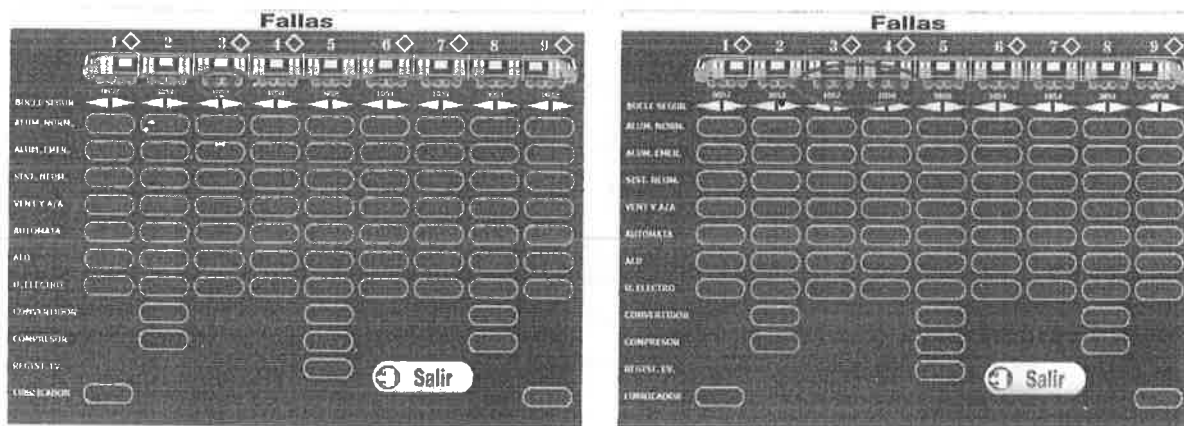

Figura 5. Pantalla de fallas con señalización de motriz o motrices inactivas.
Figura 5. Pantalla de fallas con señalización de motriz o motrices inactivas.	6
- Verificar en la PC en la pantalla de fallas, la señalización que se observe (Figura 5).